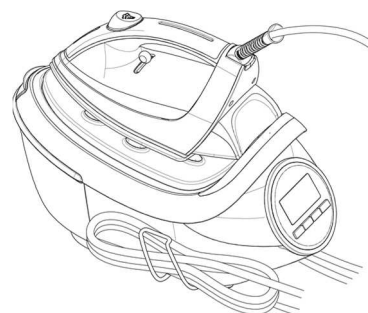

Рис. 7
5. Сложите сетевой шнур и шланг подачи пара и закрепите в клипсе (рис. 7).